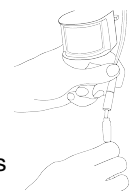

Fig. 5
4. Dirija cuidadosamente el cable desde el panel solar hasta el artefacto y conéctelo dentro el cable conector unido al armazón del artefacto. (Por ahora, mantenga el artefacto en la posición APAGADO / 'OFF') (Fig. 5).